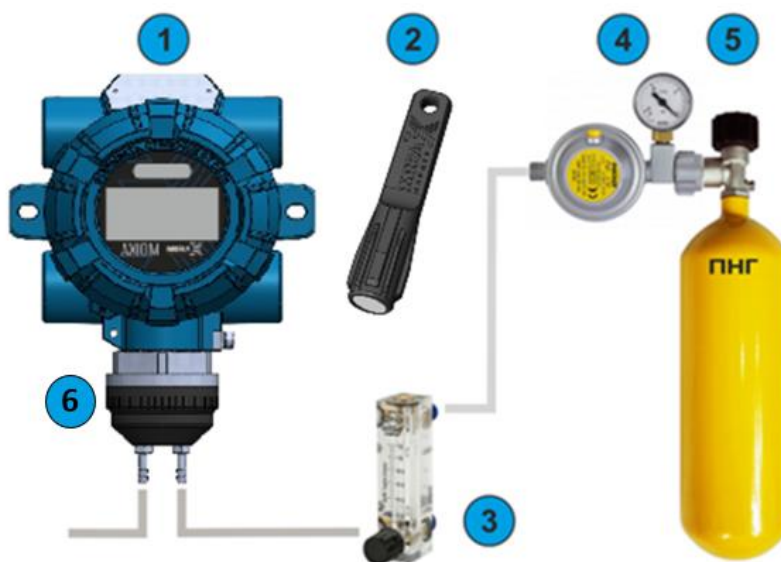

Рисунок 61 – Комплект для калибровки нуля
- ① АХИОМ;
- ② Магнитный ключ;
- ③ Ротамер;
- ④ Редуктор;
- ⑤ ПНГ (поверочный нулевой газ) либо заведомо чистая атмосфера без остаточного количества определяемого газа;
- ⑥ Калибровочная насадка (см. рисунок 61).
- 6 Калибровочная насадка (см. рисунок 61).